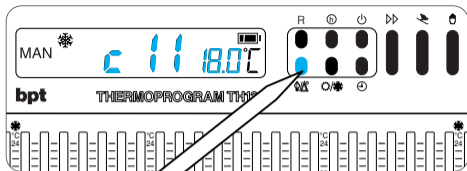

Fig. 36
**11.1** - Premere il pulsante **h** (fig. 36).